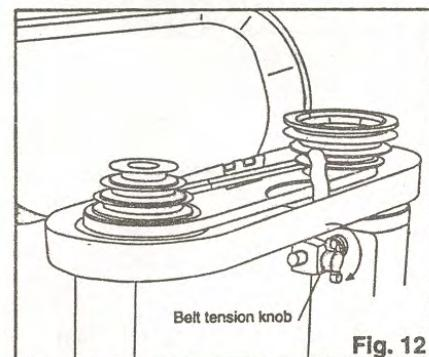

Fig. 12
3. Vervolgens de motor naar de spindel toentrekken en de V-snaar om de juiste pulley monteren voor de juiste snelheid (zie fig. 12).